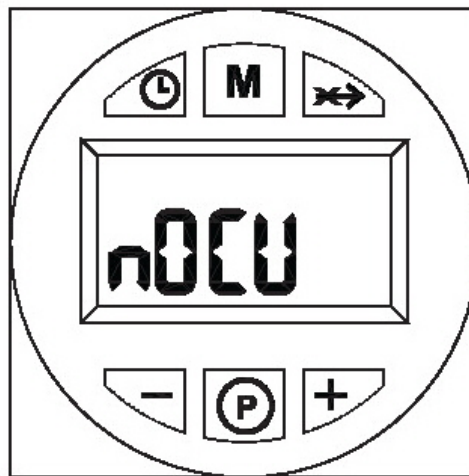

Fig.5
- Durante algunos segundos puede aparecer "n0CU" (fig.5).